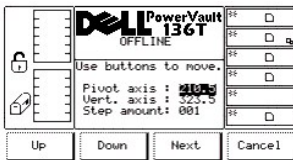

图 103. 维修 > 磁带库 > 诊断 > 机械手 > 步进 > 轴对话框
- 1 如果按下**确定**软键下方的按钮，将出现图 103。这是一个高级诊断工具，不用于常规操作中。